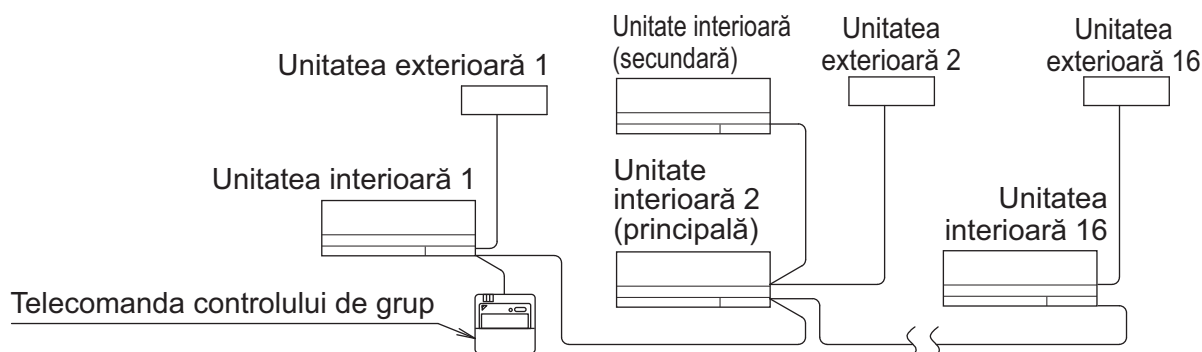

Fig. 27
- La utilizarea ca unitate pereche sau ca unitate principală pentru funcționare simultană multiplă, puteți porni/opri simultan controlul (de grup) până la 16 unități cu telecomanda. **(Consultați Fig. 27)**